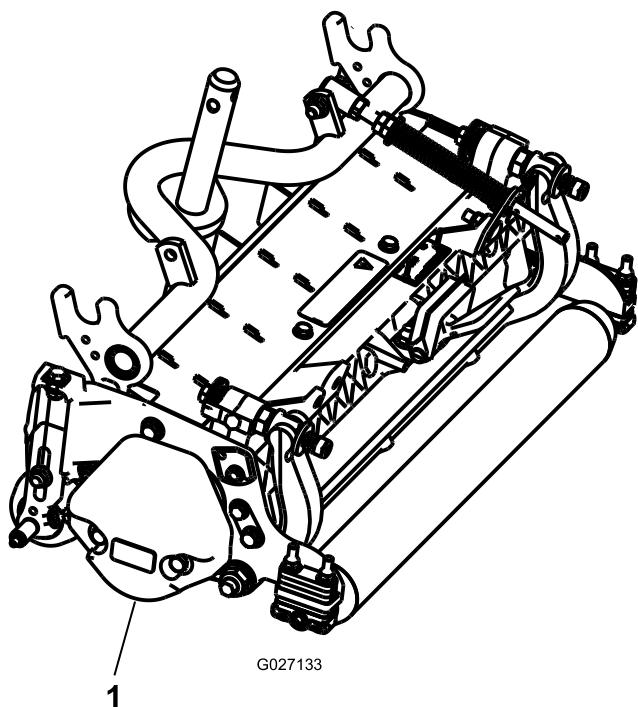

Figure 3
3. Veillez à monter le contrepoids (Figure 3) du bon côté du plateau de coupe, comme expliqué dans les *Instructions d'installation* du kit contrepoids.